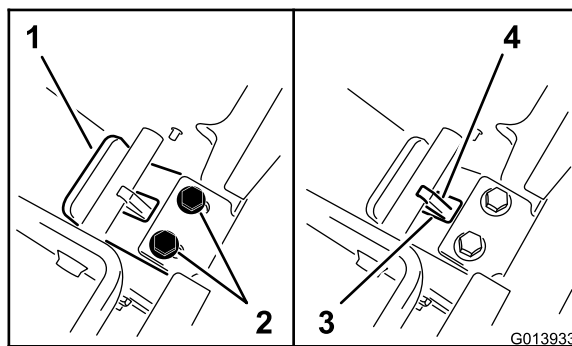

Рисунок 12
5. Сохраняя усилие на опорной пластине, сдвиньте планку на себя, чтобы кромка пластины вошла в контакт с поперечиной (Рисунок 12).